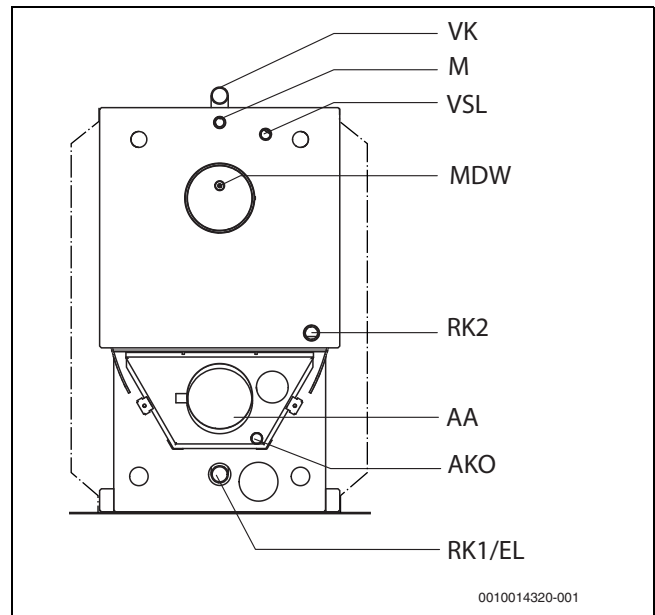

Bild 12 Kesselanschlüsse
- Sicherheitsventil am Anschluss Vorlauf-Sicherheitsleitung [VSL] (→ Bild 12, Seite 21) anschließen.